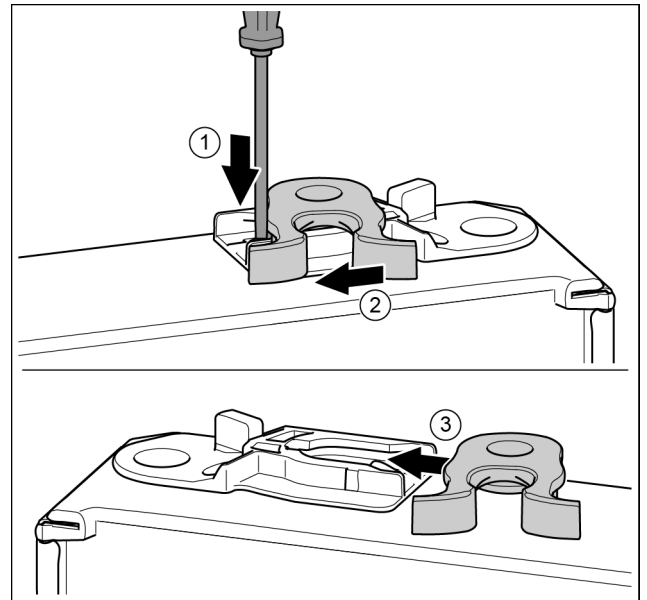

Fig. 18 *
- ▶ 用带槽螺丝刀向下按住接片。 Fig. 18 (1)*
- ▶ 将锁钩从导向装置拉出。 Fig. 18 (2)*
- ▶ 将另一侧的锁钩推入导向装置。 Fig. 18 (3)*